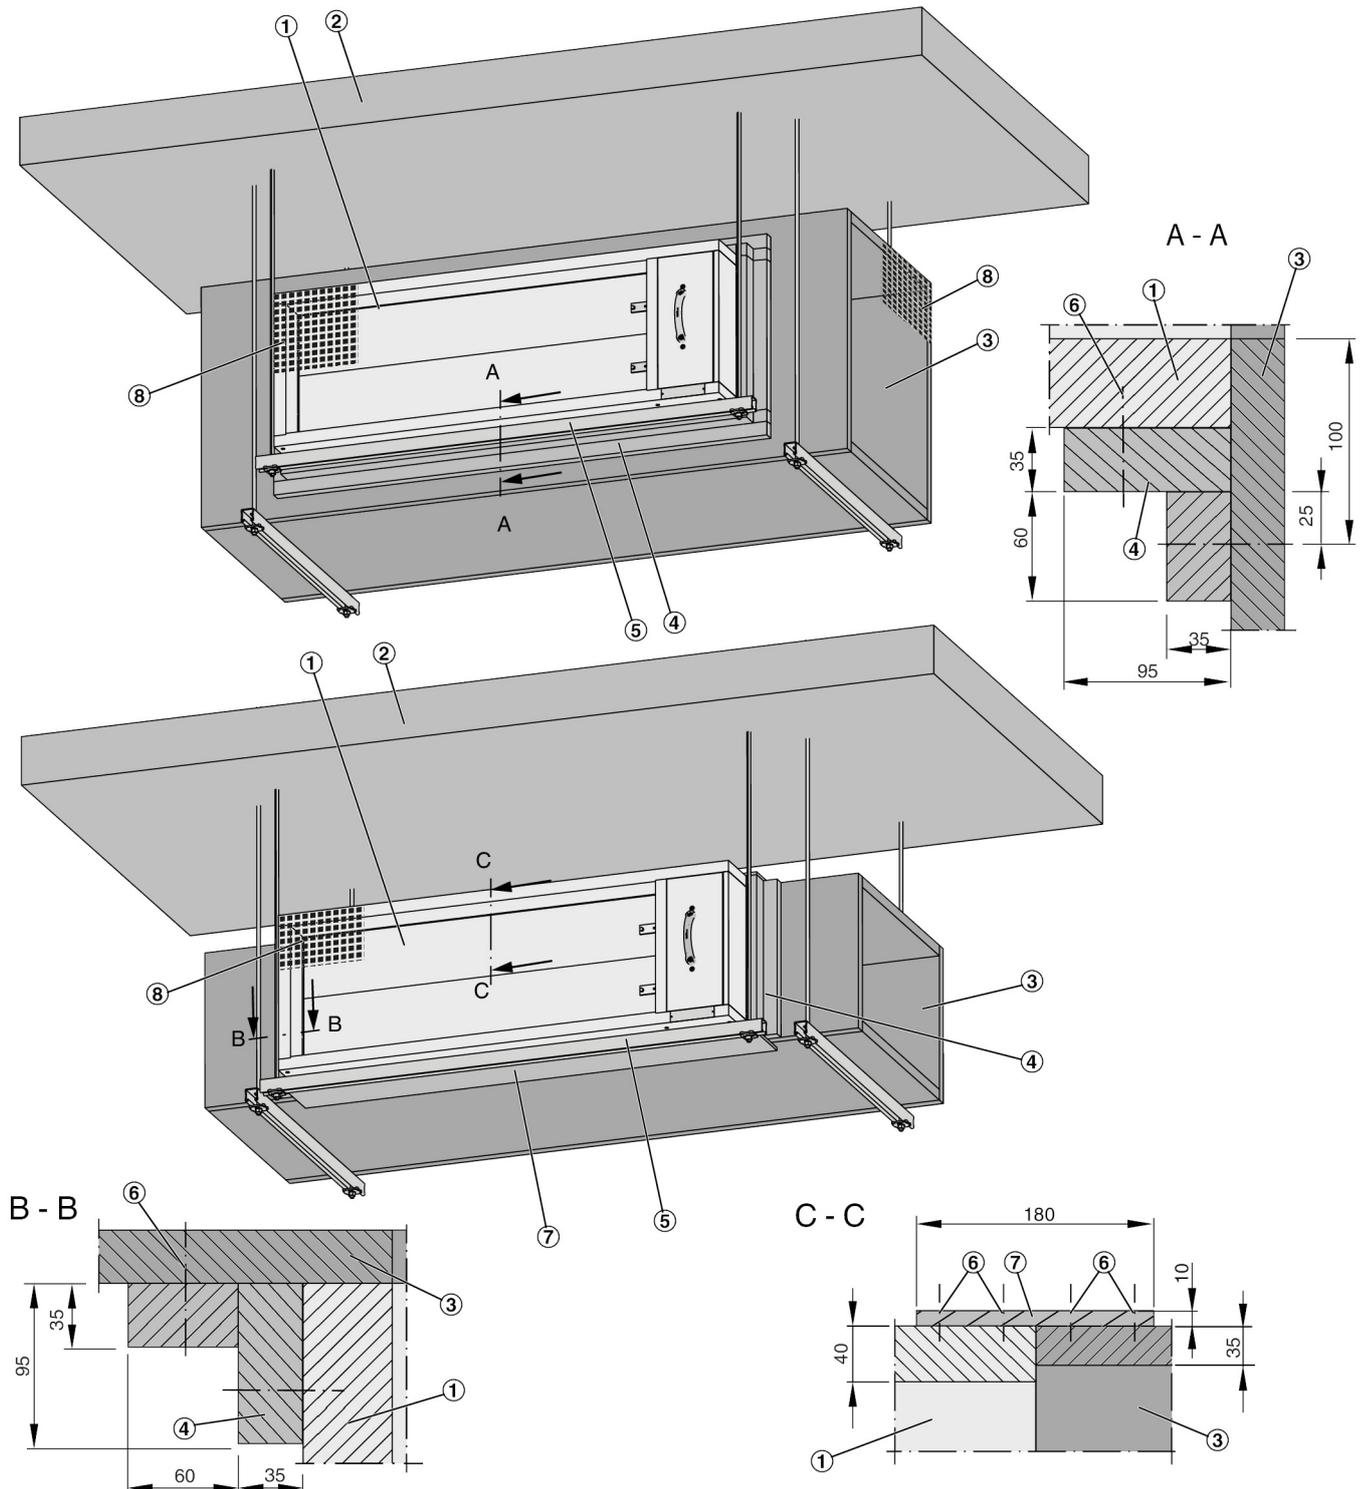

Abb. 27: Einbau in horizontale feuerwiderstandsfähige Entrauchungsleitung
4. ▶ Bei gleicher Höhe von Entrauchungsleitung und Entrauchungsklappe, können der Riegel durch einen Verbindungstreifen (Abb. 27/7) ersetzt werden.
5. ▶ An der Entrauchungsklappe die Entrauchungsleitungen (Einbau- und/oder Bedienseite) anschließen (Abb. 27/8), ↪ 6 „*Entrauchungsleitung und Abschlussgitter*“ auf Seite 52.